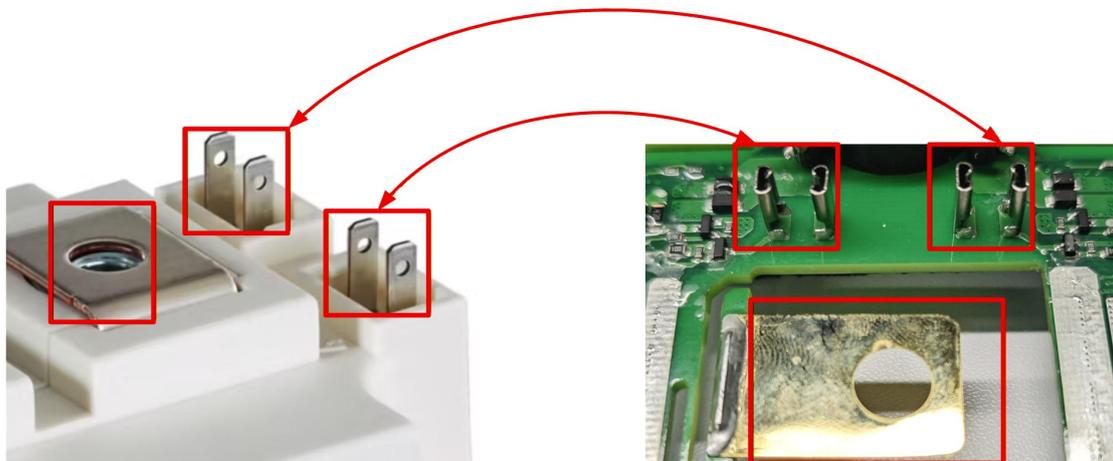

图 2 62mm 驱动安装示意图
62mm 驱动的安装不依靠焊接而是依靠位于驱动背面的接插件。如图 2 所示。在驱动背面有四个小端子，用于直接插在 62mm 模块的辅助端子上。驱动的铜片和模块的上桥臂的漏极 (D) 相连，二者通过螺丝固定。